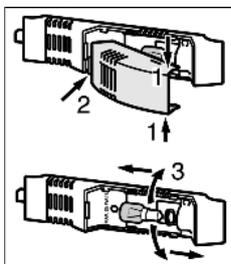

Fig. 3
- ▶ Afferrare il coprilampada sul lato superiore e inferiore Fig. 3 (1).
- ▶ Sbloccare il coprilampada sul retro e sganciarlo Fig. 3 (2).
- ▶ Sostituire la lampadina Fig. 3 (3).